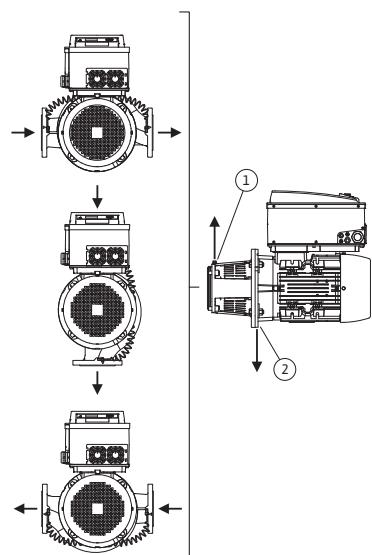
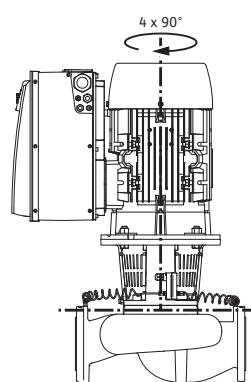

Fig. 18: Posições de instalação autorizadas com o veio do motor na horizontal
Fig. 19: Posições de instalação autorizadas com o veio do motor na vertical
- A válvula de ventilação na lanterna (Fig. 6, pos. 1.31) tem de estar sempre virada para cima, com o veio do motor na horizontal (Fig. 6a: e Fig. 6b:). Com o veio do motor na vertical, qualquer orientação é admitida. Para isso, ver também Fig. 18: "Posições de instalação autorizadas com o veio do motor na horizontal" na página 151 ou Fig. 19: "Posições de instalação autorizadas com o veio do motor na vertical" na página 151.
- No caso do veio do motor horizontal, o furo para condensado deve estar virado para baixo (Fig. 18, pos.2). Se necessário, rodar o motor.